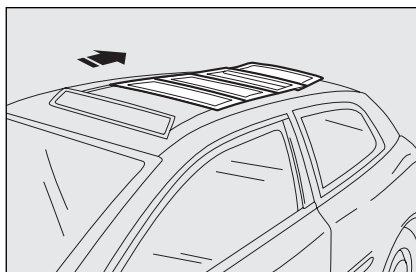

fig. 79
- ☐ Segundo impulso do selector: complementação da abertura da 1ª chapa de vidro, deslocamento das seguintes para a parte traseira **fig. 79** e movimento da cortina pára-sol.